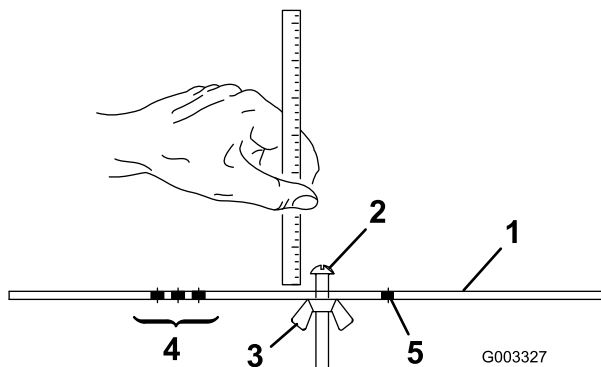

Figura 22
2. Allentate il dado sulla barra di riferimento (Figura 22) e regolate la vite di regolazione secondo l'altezza di taglio desiderata. La distanza tra l'estremità inferiore della testa della vite e la parte frontale della barra corrisponde all'altezza di taglio.